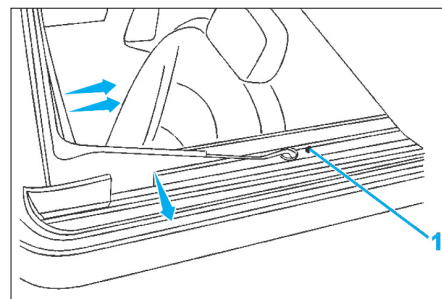

Fig. 56
- Sortir le ressort (1) de son logement tout en tirant sur le déflecteur pour dégager les ergots servant de guide (Fig.56).